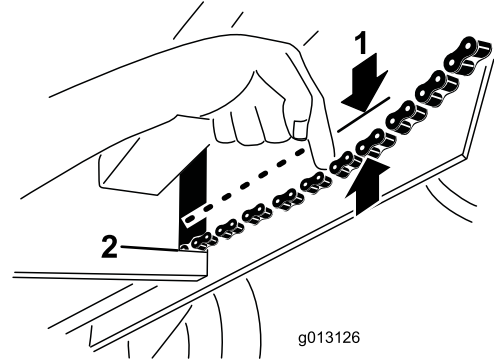

Figura 26
3. Tire hacia abajo sobre cada cadena cerca del hueco del bastidor con una fuerza de 4.5 kg (10 libras) (Figura 26). Si una de las cadenas toca la parte inferior del hueco del bastidor, apriétela como se indica a continuación: